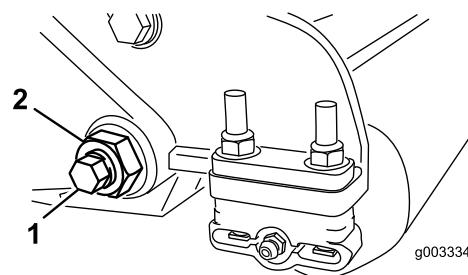
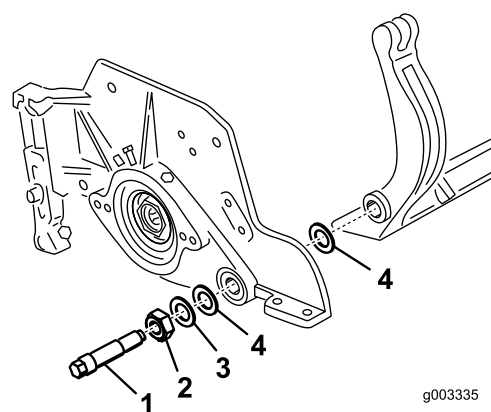

Figura 31
Figura 32
3. En cada lado de la máquina, afloje la contratuerca que fija el perno de la barra de asiento (Figura 31).
4. Retire cada perno de la barra de asiento, para poder tirar de la barra hacia abajo y retirarla de la máquina (Figura 31). Guarde las 2 arandelas de nylon y la arandela de acero troquelado de cada extremo de la barra de asiento (Figura 32).
4. Coloque una arandela de acero por fuera de cada arandela de nylon (Figura 32).